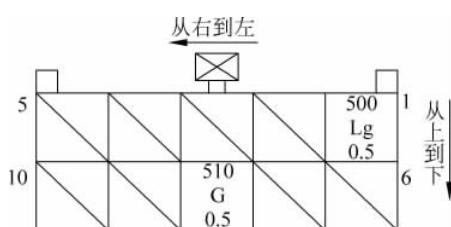

图 3-2 插头护套孔位号编码
(1) 插头护套,在自锁向上的情况下,孔位号编号应从右到左,从上到下,如图 3-2 所示。